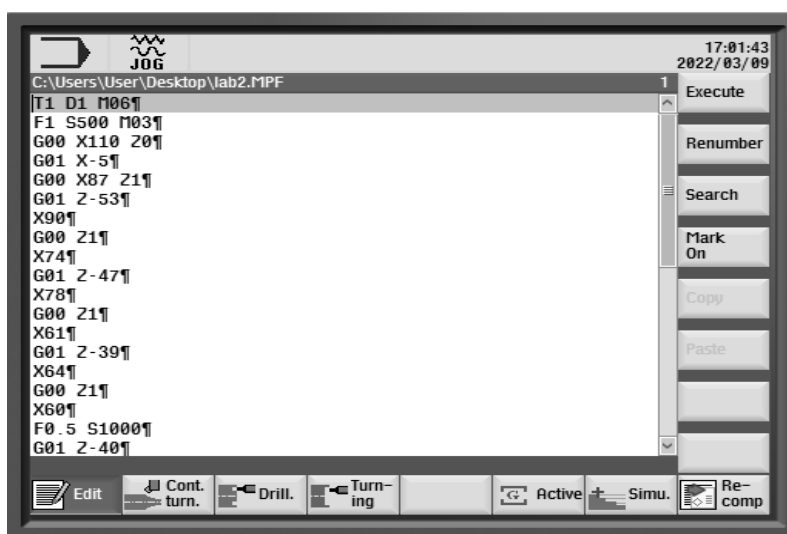

Рисунок 1.12 – Ввод управляющей программы
3.4 По завершении ввода программы загрузить управляющую программу на исполнение, нажав клавишу «Execute» (рисунок 1.12).